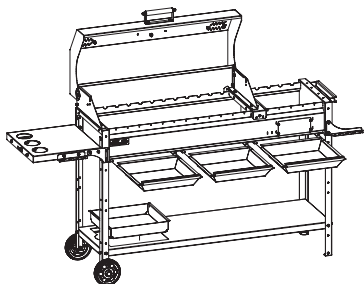

Рис. 38.
- Вставить зольник (поз. 3) под жаровню, лоток (поз. 10) в отверстие на нижней полке, как показано на рис. 38.